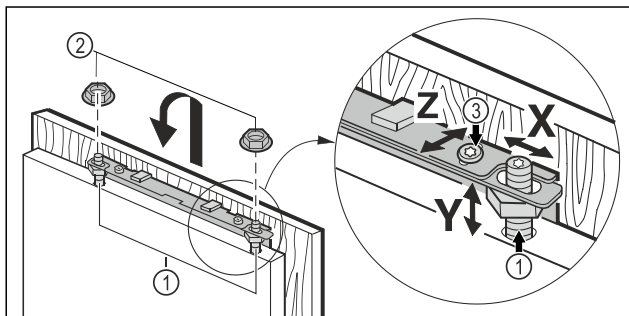

Fig. 43
- ▶ Zakvačite vrata namještanja za svornjake za namještanje Fig. 43 (1) i labavo navrnite protumatice Fig. 43 (2) na svornjake za namještanje.
- ▶ Poravnajte vrata namještanja u visinu Y i prema bočnom nagibu: Namjestite svornjake za namještanje Fig. 43 (1) s pomoću odvijača.
- ▶ Pritegnite protumaticu Fig. 43 (3).